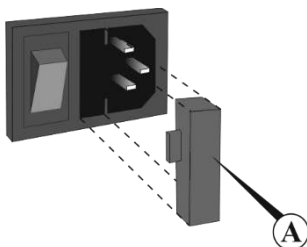

Рисунок 5. Замена предохранителя
- 9.4. Замена предохранителя. Отсоедините прибор от сети, а сетевой кабель – из разъема на задней панели прибора. Откройте держатель предохранителя (рис. 5/A), выдвинув его. Проверьте предохранитель и при необходимости замените, **M** 2 A (тип **M** - time lag: **Medium**).